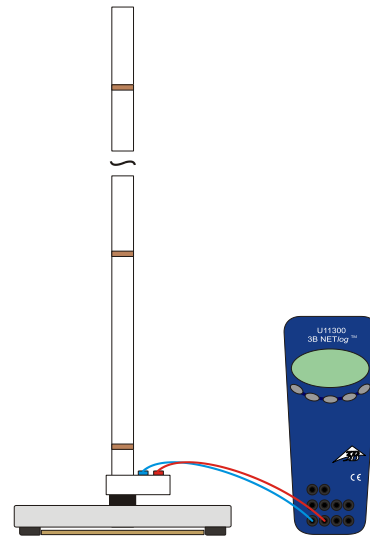

Fig. 1 Struttura sperimentale
- Eseguire la disposizione sperimentale secondo fig. 1.